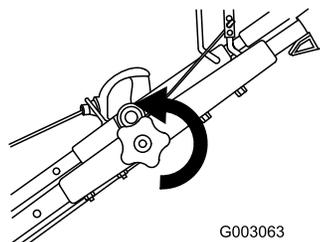

Figura 44
2. Afoje el pomo del manillar superior (Figura 44).